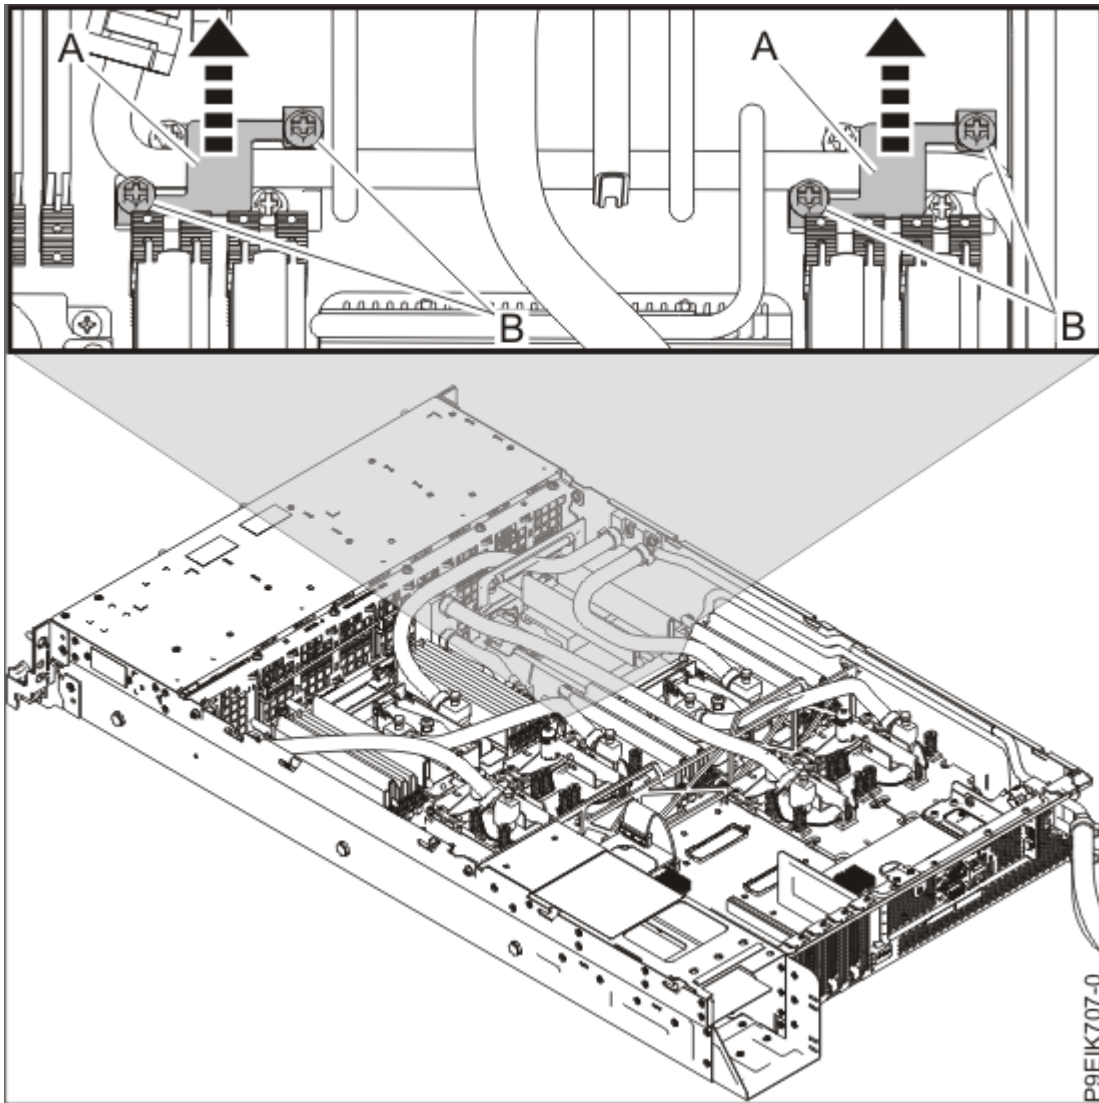

Figura 8. Extracción de los receptáculos de conductos
5. Extraiga los dos receptáculos de conductos (**A**) que hay cerca de la parte central del sistema, tal como se muestra en la Figura 8 en la página 12. Afloje los cuatro tornillos (**B**) y levante los receptáculos sacándolos de los conductos.